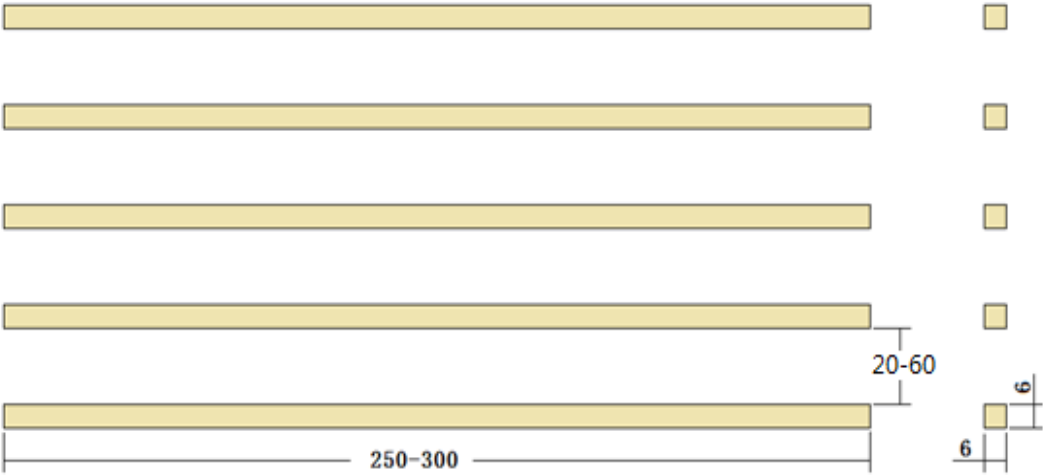

图5 跨栏示意图
4.4.1 如图5所示,5根长为250~300mm,截面积为6mm×6mm的木条,以20-60mm的间隔固定在某个非十字拼装块内，机器人需要完全通过跨栏。